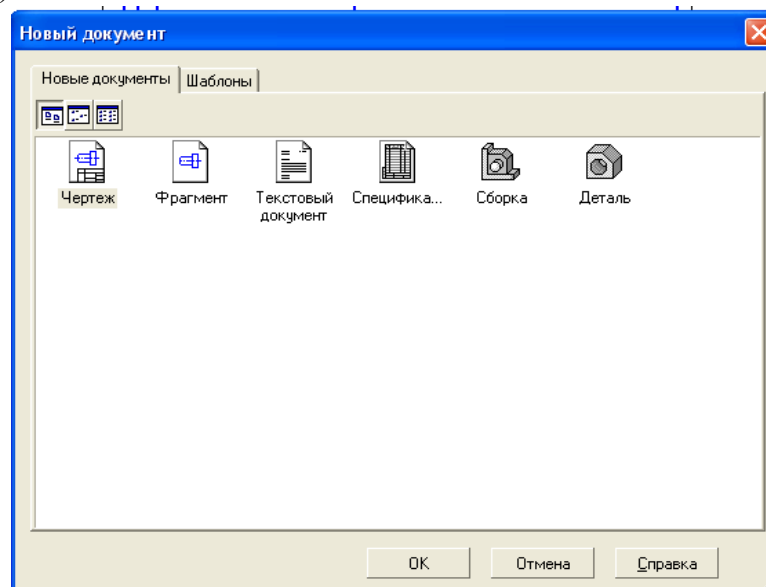

Рисунок 2.1 – Создание чертежа
1. Создайте новый документ, в открывшемся окне выберите *Чертеж* (рисунок 2.1).